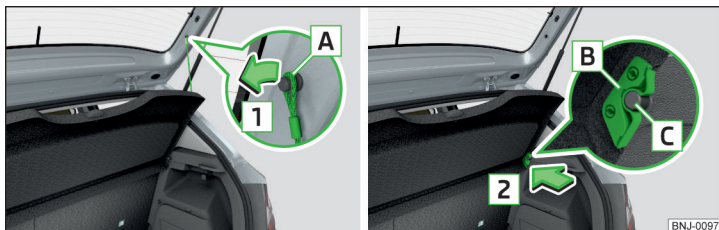

Bild 100 Ta ut bagagerumsskyddet
När fästbanden **A** » bild 100 fästs på bagageluckan och denna öppnas, följer bagagerumsskyddet (nedan kallat skydd) med upp.
- Haka loss fästbanden **A** på båda sidorna av bagageluckan i pilens riktning **1** » bild 100.
- Placera skyddets fästen **B** över bultarna **C** på sidobeklädnaden » bild 100.
- Skyddets fästen **B** måste ligga fullständigt på bultarna **C** på sidobeklädnaden » bild 100.
I det främre området måste fästena **B** » bild 100 på sidan 84 på skyddet haka i fullständigt i sidobeklädnadens bultar. I det bakre området måste skyddet säkras på båda sidorna under spärren.